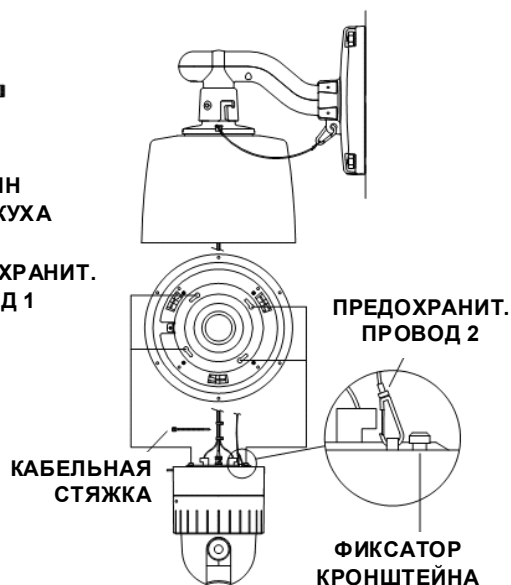

Рисунок 48.
- а-4 Подсоедините предохранительный провод 2 кронштейна термокожуха к корпусу телекамеры. Для удобства можно использовать кабельные стяжки (Рисунок 48).